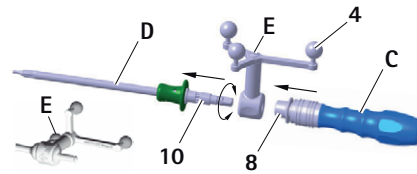

Fig. 8 Montage de l'unité en étoile de référence (calibrée avec ICM 4) et du manche S⁴C (FW067R ou FW165R) sur le tournevis S⁴C
- Relâcher la douille de verrouillage 8, voir Fig. 8.